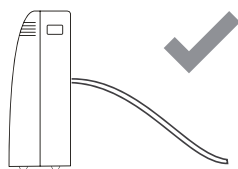

Рис. 25
**ВНИМАНИЕ:** Пожалуйста, убедитесь, что высота сливного шланга расположена не выше высоты сливного отверстия, иначе резервуар для воды не будет опустошаться. (Рис. 25 и 26)